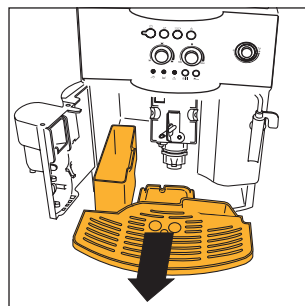

Fig. 16
NOTA 7: A máquina conta o número de cafés tirados. A cada 14 cafés normais (ou 7 duplos), a luz piloto 📊 acende-se fixamente (cap. 12 ponto 3), indicando que o recipiente de borras está cheio de pastilhas e que é, assim, necessário esvaziá-lo e limpá-lo. Enquanto não limpar a gaveta de borras, a luz manter-se-á acesa e a máquina não poderá fazer o café. Para efectuar a limpeza, abra a porta de serviço situada na parte frontal, puxando o bocal (fig. 15); a luz △ intermitente acender-se-á (consulte o par. 12, ponto 9); retire depois a pingadeira (fig. 16), esvazie-a e limpe-a. Esvazie e limpe cuidadosamente a gaveta de borras, tendo o cuidado de remover todos os resíduos que possam estar depositados no fundo. Seque também as eventuais gotas de condensação que estejam depositadas no interior da máquina sob a pingadeira. **IMPORTANTE: Sempre que retirar a pingadeira, é OBRIGATORIO esvaziar o recipiente de borras de café, ainda que este esteja pouco cheio. Se esta operação não for efectuada pode acontecer que, quando tirar os cafés seguintes, o recipiente de borras se encha mais do que o previsto e que a máquina fique obstruída com pastilhas saturadas.**
- Retire a pingadeira e o recipiente de borras (fig. 16) e lave-os;